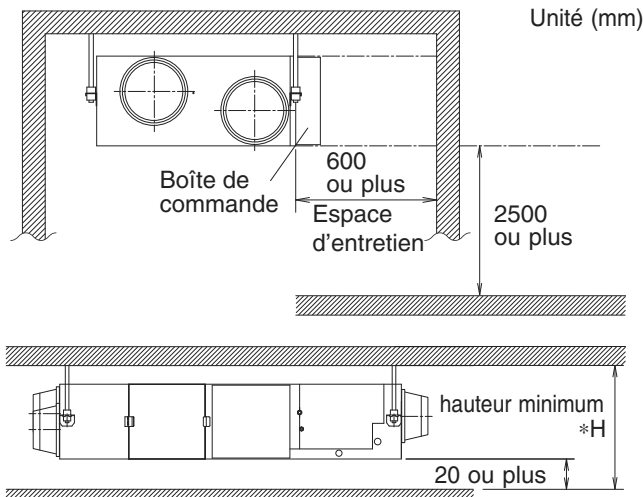

Fig. 1
- Un endroit disposant de suffisamment d'espace pour l'entretien et le service. (Reportez-vous à la Fig. 1)